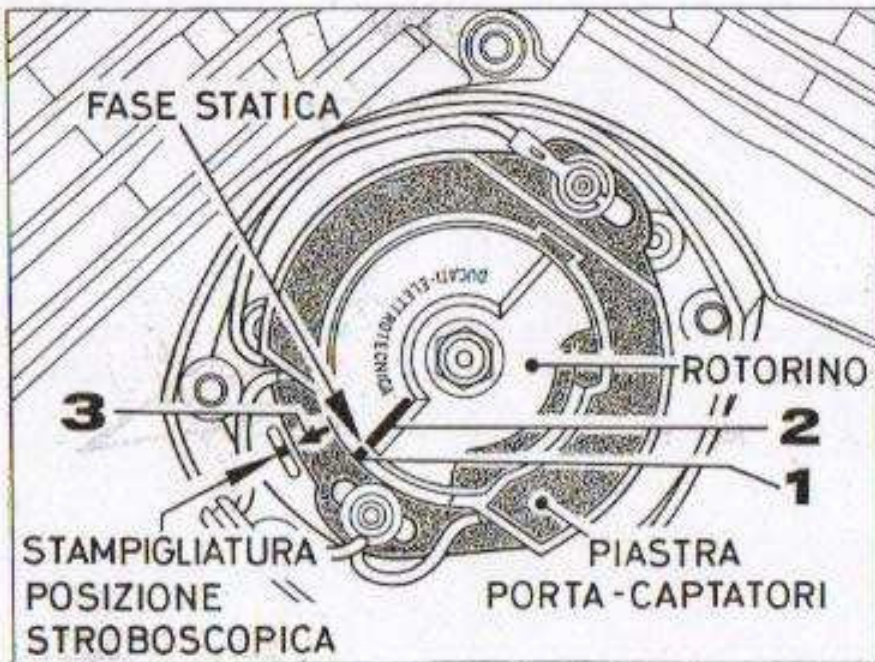
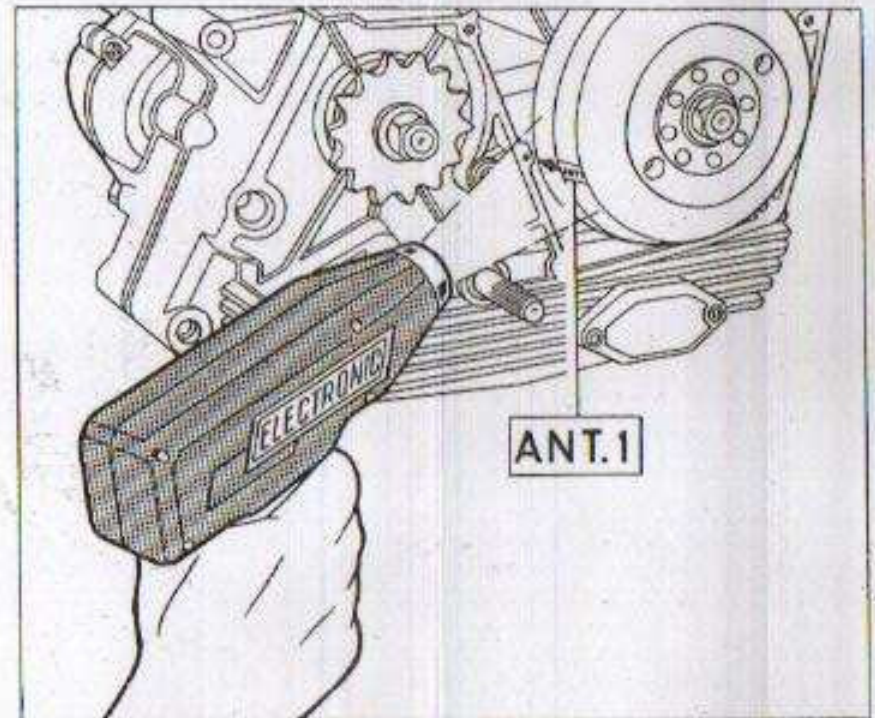

Fig. 14
Fig. 15
- 3 - Controllare con la luce della pistola stroboscopica la fase dei riferimenti sul volano (fig. 15). Qualora la freccia sul volano non corrisponda alla tacca sul carter agire sulla piastrina porta captatori con piccoli spostamenti (fig. 14).
- 4 - Ad azzeramento avvenuto, stampigliare sulla tacca del coperchio in direzione della freccia (punto 3) posta sulla piastrina captatori, il nuovo riferimento (fig. 14).
2 - Agire sulla piastra porta captatori ruotandola fino a porre la tacca sulla piastra (punto 1) in corrispondenza di quella sul rotorino (punto 2) (fig. 14) poi fissare la piastra.